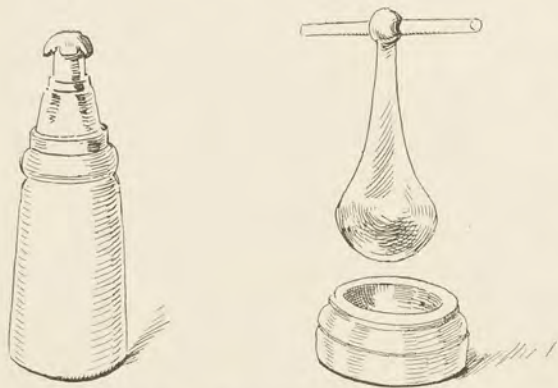

FIG. 306. — Mortier et pilons pour la préparation du boort.
Le *polissage* ou *taille* proprement dite consiste à donner au cristal tout son éclat en régularisant les facettes. Pour cela on chauffe sur un fourneau spécial (fig. 304,1) une coquille de cuivre appelée *dopp*, de façon à ramollir l'alliage de plomb et d'étain contenu dans cette coquille et dans lequel on enchâsse le diamant à tailler suivant la direction voulue. Un bloc de bois (2) sert à cette opération. Puis une fois le diamant fixé (3 et 4) on place le *dopp* dans une sorte de pince (5) qui permet de le tenir pendant que le diamant est présenté à une meule en fonte poreuse qui tourne dans un plan horizontal et avec une vitesse de 2000 tours à la minute. Cette meule est recouverte d'égrisée mélangée avec un peu d'huile. On se sert avec avantage pour ce travail de la poudre de *boort* obtenue en écrasant une variété de diamant au moyen d'un pilon et d'un mortier en acier (fig. 306). L'ouvrier doit chercher le fil de la pierre, car si la face n'est pas bien placée, elle ne marche pas et le diamant pourrait creuser un sillon dans la meule.